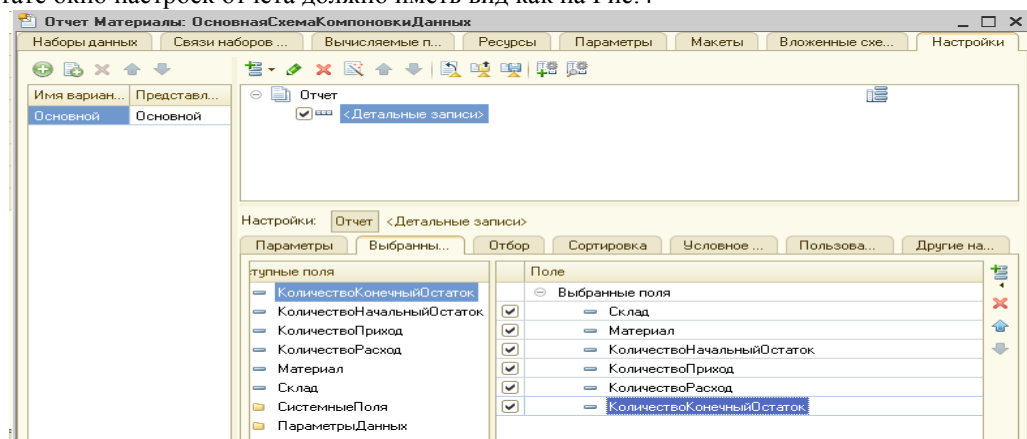

Рис. 4. Компонновка данных отчета
15. В результате окно настроек отчета должно иметь вид как на Рис.4